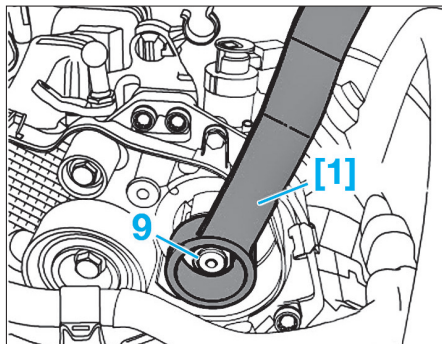

FIG. 67
- A l'aide de l'outil [1], maintenir le moyeu de la pompe haute pression et desserrer l'écrou (9) (Fig.67).